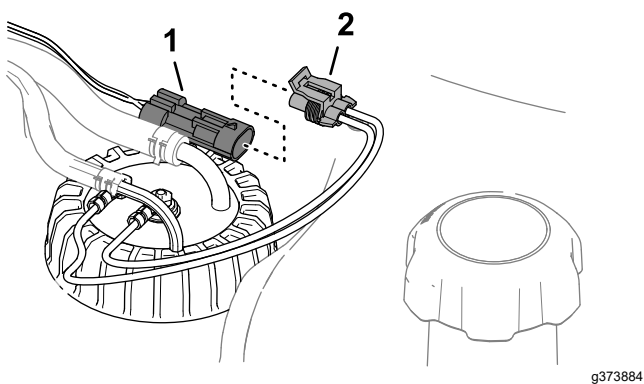

**Figura 89**
6. Enchufe el conector del arnés del sensor de combustible en el conector del arnés de cables de la máquina (Figura 89).